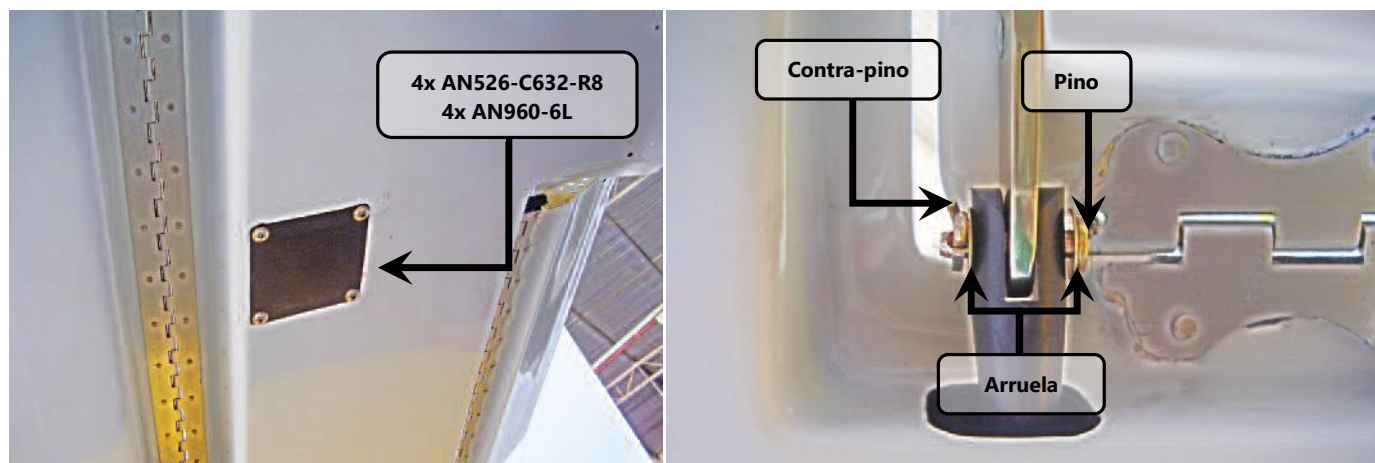

Figura 27.30.17 – Fixação do servo e guinhol do tab
10. Colocar o servo no interior do profundor esquerdo de modo que a haste de comando saia pelo orifício próximo à dobradiça do tab, ver figura 27.30.17.
11. Fixar o servo no intradorso do profundor. Utilizar os hardwares mostrados na figura 27.30.17 e uma chave Phillips de 1/4"x6".
12. Instalar a outra extremidade da haste do servo no guinhol do tab, conforme mostra a figura 27.30.17. Utilizar um alicate de bico.